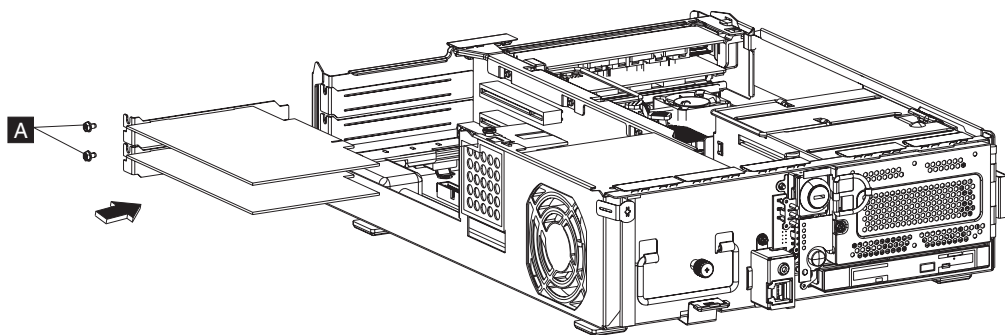

图 41. 安装功能卡
2. 请参阅图 41 找到功能卡插槽。卸下将安放功能卡的每个插槽上的插槽盖。
4. 插入固定螺丝（图 41 中的 **A**）。